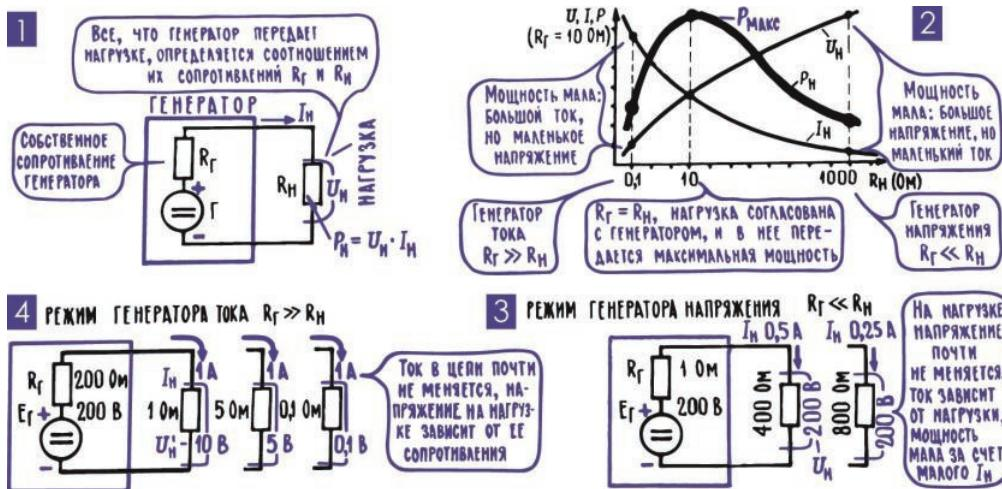

Рис. 12.2. Взаимодействие генератора и нагрузки
мощность  $P_h'$ , которую она получит от генератора, зависят не только от его электродвижущей силы  $E_r$ , но еще и от соотношения между  $R_g$  и  $R_h$ . Типичный график рис. 12.2; 2 показывает, как меняются  $I_h$ ,  $U_h$  и  $P_h$  при изменении нагрузки  $R_h$ . Все эти изменения легко объяснимы.
Случай первый: сопротивление генератора  $R_g$  во много раз меньше, чем сопротивление нагрузки  $R_h$ . Такой генератор называют генератором напряжения, отмечая этим, что почти вся ЭДС приложена к нагрузке и что при изменении нагрузки напряжение на ней почти не меняется (рис. 12.2; 3). Для иллюстрации – числовой пример.
Во втором типичном случае сопротивление генератора  $R_g$  во много раз больше, чем сопротивление нагрузки  $R_h$ . Это режим генератора тока, он назван так потому, что ток в цепи почти не меняется при изменении нагрузки (рис. 12.2; 4).
оптимального (наилучшего) согласования, оптимальной нагрузки. Его главная примета – сопротивление нагрузки  $R_n$  равно сопротивлению генератора  $R_g$ . В этом случае генератор отдает в нагрузку наибольшую мощность, какую вообще может ей отдать (рис. 12.2; 2). Но чаще согласование осуществляют, исходя из допустимых параметров токов и напряжений.
**Примечание редактора.** Из графика на рис. 12.2; 2 можно сделать ошибочный вывод, что оптимальный режим передачи мощности от источника к нагрузке при равенстве их сопротивлений всегда лучше любого другого. В действительности это верно лишь для определенных случаев схем с высоким выходным сопротивлением (см. далее этот раздел и разделы 7, 8), а также для схем, работающих на радиочастотах (по причинам, не имеющим отношения к данному случаю). Не зря автор делает оговорки, что режим «иногда используется», что «чаще согласование осуществляют, исходя из допустимых параметров токов и напряжений». Для оптимальной передачи мощности куда выгоднее максимально снижать сопротивление источника (генератора), то есть подгонять схему как можно ближе к режиму источника напряжения («генератора напряжения»), так как в источнике напряжения  $R_g = 0$  и на нем ничего не теряется вовсе, вся мощность выделяется в нагрузке. Именно так поступают и в случае источников питания (см. последний абзац предыдущего раздела) и в случае усилителей мощности НЧ, обычно снабженных выходным эмиттерным повторителем (см. раздел 12 и далее в этой главе).